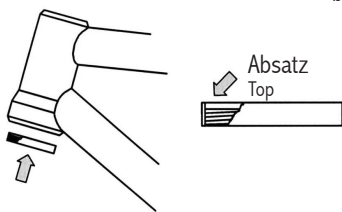

Fig.3
6. Entfetten und pressen Sie die Mutter (**11**) mit dem Absatz nach oben ein. (**Fig. 3**). Achtung! Kein Loctite™ auf das Gewinde geben.
6. Mutter mit Absatz nach oben einpressen (**Fig.3**)